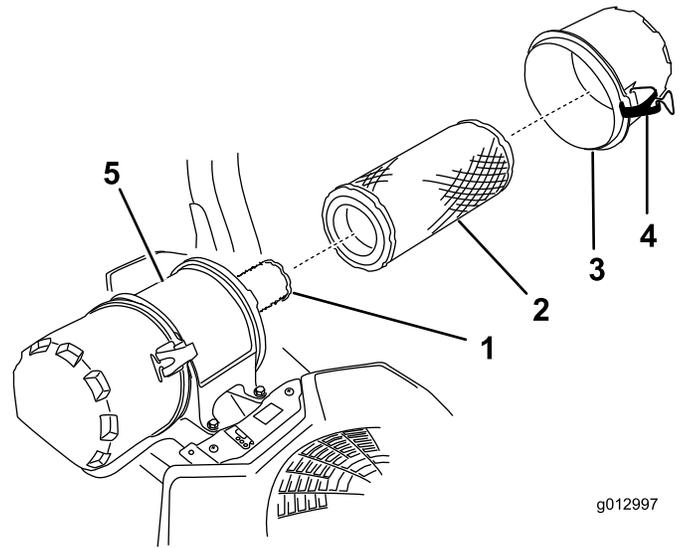

Figura 45
- Abra los cierres del limpiador de aire y tire de la tapa del limpiador de aire para separarla del cuerpo del limpiador de aire (Figura 45).
- Extraiga con cuidado el filtro primario del cuerpo del limpiador de aire (Figura 45).
- Si va a cambiar el filtro interno, deslícelo cuidadosamente en el cuerpo del filtro (Figura 45).
- Deslice cuidadosamente el filtro primario por encima del filtro interno (Figura 45).
4. Instale la tapa del limpiador de aire y fije los cierres (Figura 45).